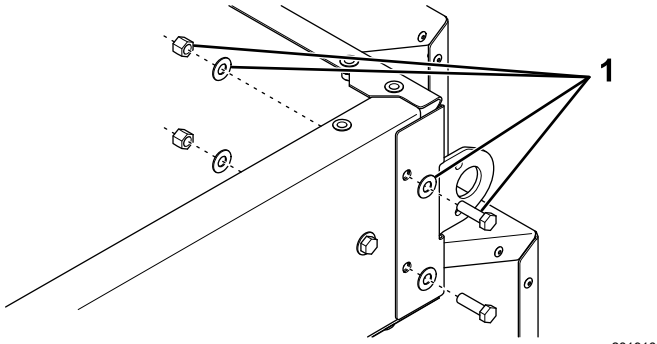

Figura 1
2. Retire y deseche las fijaciones de cada una de las chapas de esquina de la tolva (Figura 1).